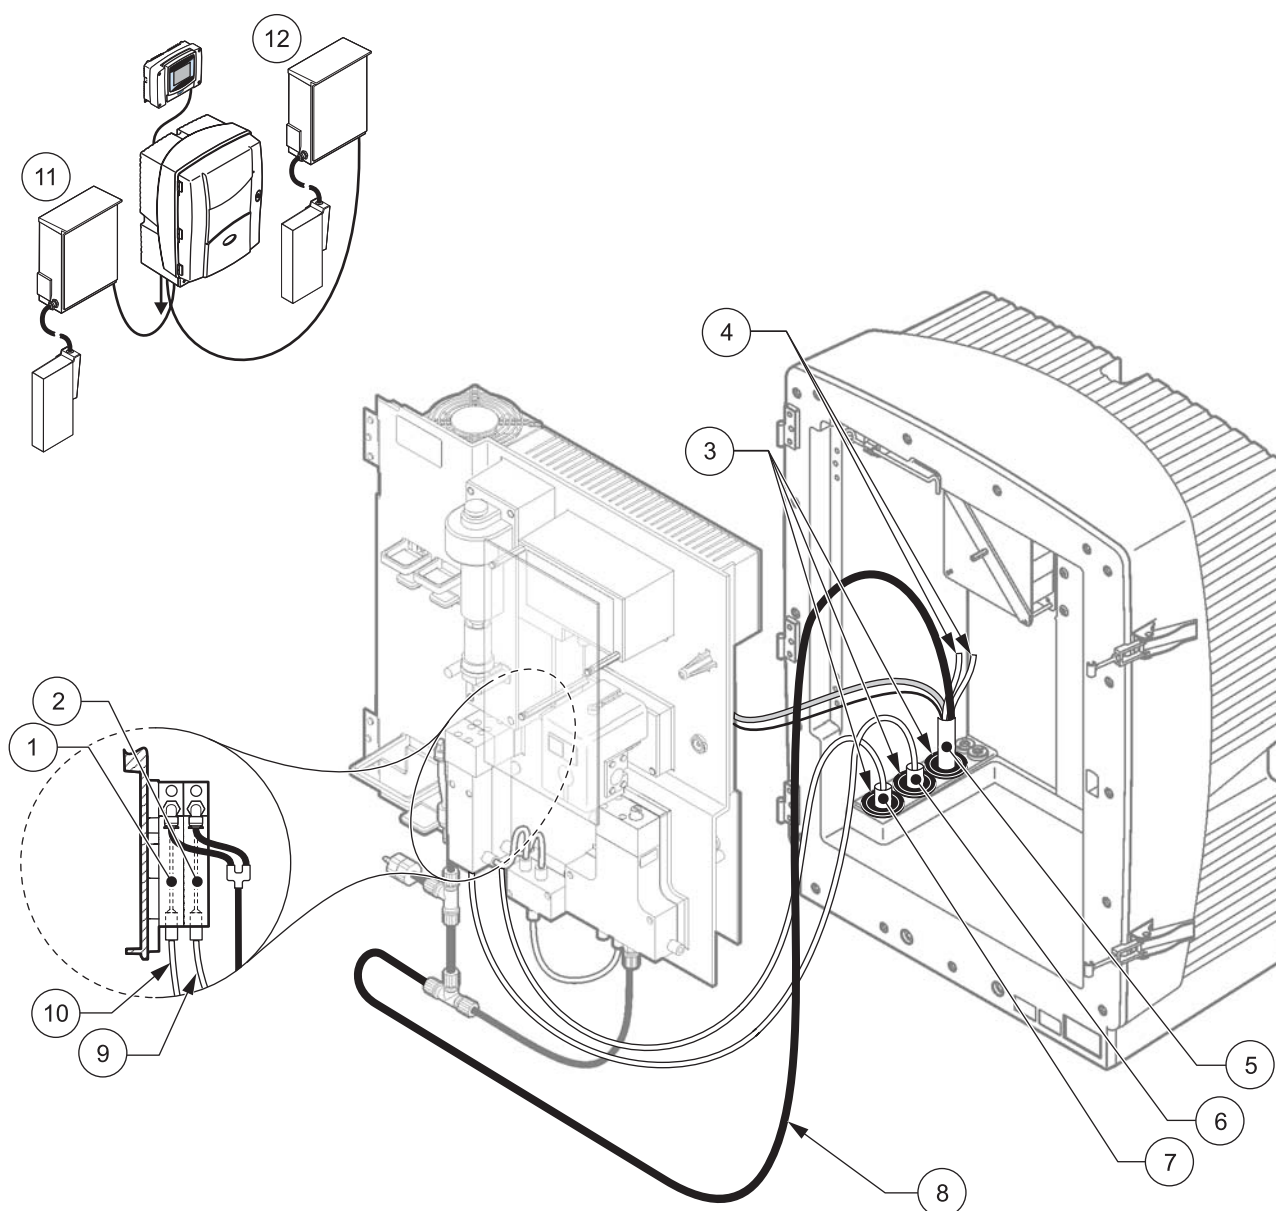

图 26 选项 5 设置
请参考图 26 以及选项 5 的以下说明:
2. 通过分析器开口从 FILTRAX 1 引出加热的软管 (图 26, 项目 7)。使用 1 号密封塞加固。